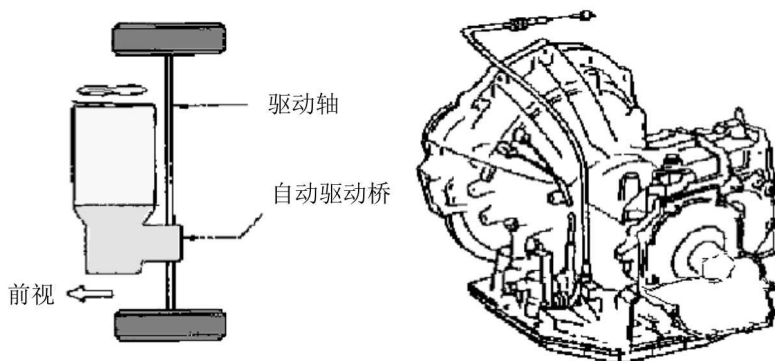

图 1-2 前置前驱动自动变速器示意图
(1) 前置前驱动自动变速器 (FF 型或 FWD 型)。这种变速器仅使用在前轮驱动的轿车上, 通常发动机呈横向布置。由于这类变速器兼有驱动桥的功能, 在变速器内部除了具有变速机构外, 还装备了主减速器和差速器 (这两个总成一般装备在驱动桥上), 因此这种变速器又称变速驱动桥 (Transaxle)。如图 1-2 所示。